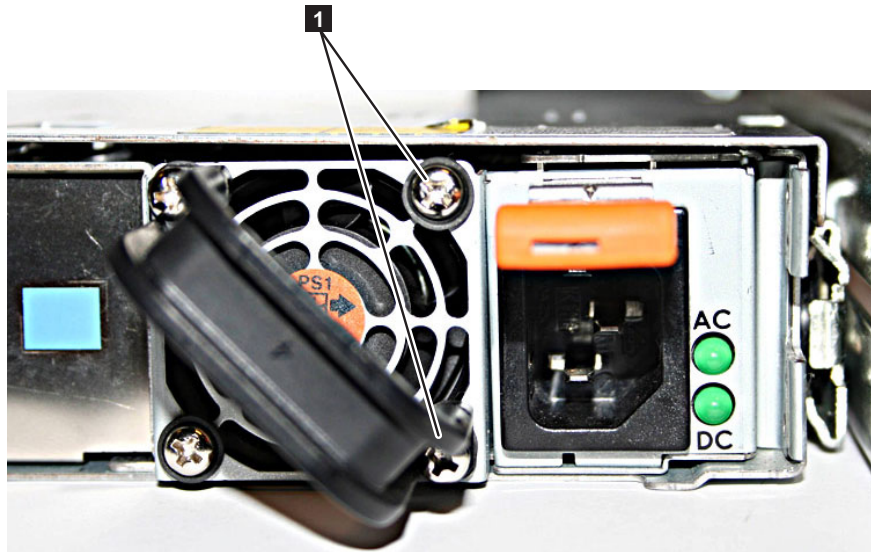

図 34. ケーブル保持ブラケットを取り付ける前の SAN ボリューム・コントローラー 2145-8G4
1. ノードの電源をオフにし、電源ケーブルを取り外し、52 ページの図 34 に示すように、電源機構ファン・ユニットを覆う背面プレートの右側の 2 つのねじ **1** を緩めて取り外します。